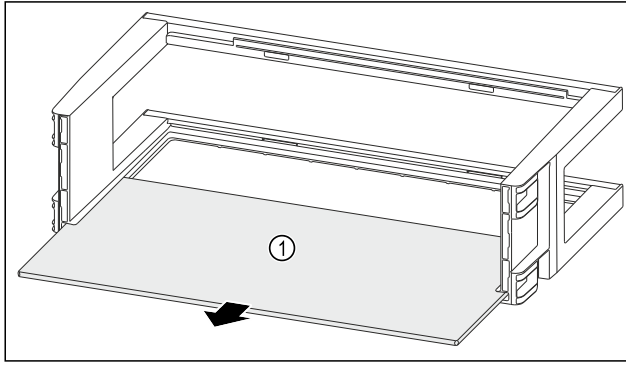

Fig. 112
- Raf alanını Fig. 112 (1) çıkarın.